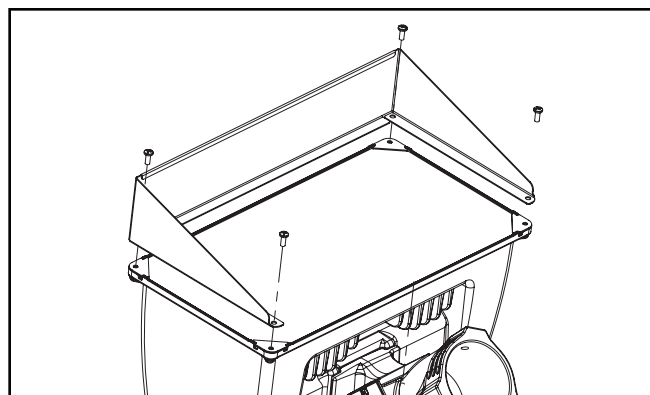

Figura 7.
Visor (Figura 7.)
1. Afloje y extraiga los (4) tornillos de cabeza Philips 10-24 existentes en la parte frontal de la luminaria y consérvelos para tenerlos como referencia futura.
2. Alinee el visor en la parte superior de los ganchos de la lente, haciendo que coincida con los 4 orificios existentes. Ver Figura 7.
3. Reajuste los (4) tornillos de cabeza Philips 10-24 del paso 2 en la parte frontal de la luminaria.